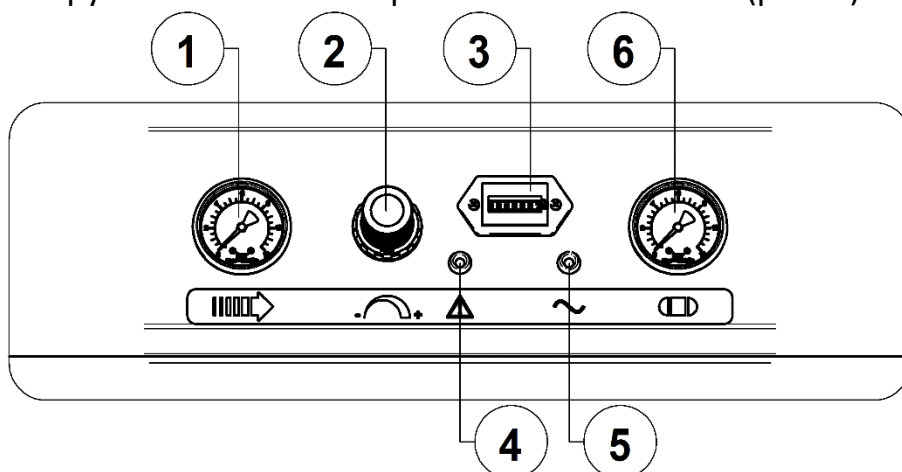
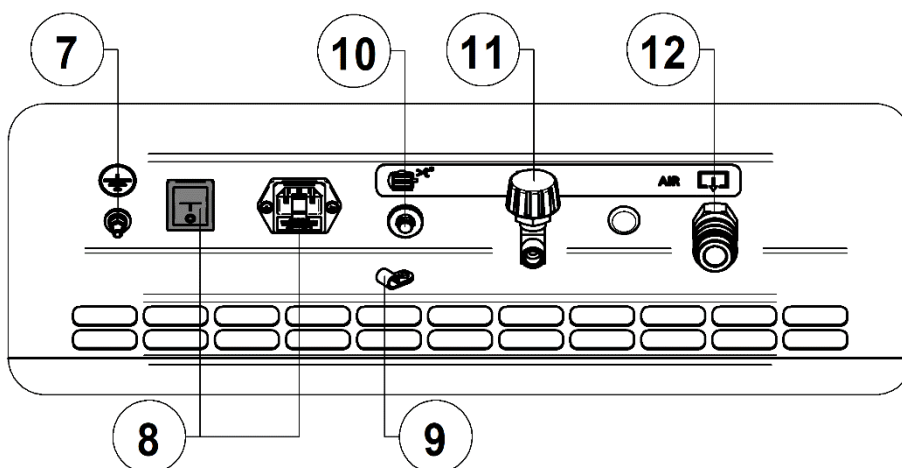

Рисунок 2 - Панель управления
Рисунок 3 - Задняя панель
6.4.1 Для подключения исполнительного устройства компрессор оснащен быстроразъемной муфтой **12** (выход сжатого воздуха) (рис. 3) в задней части корпуса.
6.5.5 Провод заземления подключите к винту заземления **7** (рис. 3) на задней панели компрессора. При наличии заземляющего контакта в электрической розетке, дополнительное заземление не требуется.
Подсоедините вилку питающего кабеля компрессора к электрической сети. Включите компрессор выключателем **8** (рис. 3). на задней панели. Для этого необходимо переключить выключатель в положение "I". Включенное состояние сигнализируется зелёной контрольной лампочкой **5** (рис. 2).
- Выключить компрессор выключателем **8** на задней панели. Для этого необходимо переключить выключатель в положение "0" (рис. 3). После этого остановится электродвигатель и произойдет сброс давления из нагнетательного воздухопровода и поршневого блока.
7.4.1 Настройка давления сжатого воздуха осуществляется регулятором давления 2 следующим образом (рисунок 2):
**ВНИМАНИЕ: НАСТРОЙКА РЕГУЛЯТОРА ДАВЛЕНИЯ ДОЛЖНА ПРОИЗВОДИТЬСЯ ПРИ ЗАКРЫТОМ КРАНЕ РАЗГРУЗКИ РЕСИВЕРА 11 (РИС. 3)!**
7.4.2 Компрессор оборудован устройством защиты от перегрузок. При нарушении питания электрической сети, а также при работе с ПВ более 60% возможно автоматическое срабатывание защиты двигателя, о чем сигнализирует красный индикатор **4** на панели управления (рис. 2).
- Переключите выключатель **8** (рис. 3) на задней панели в положение "О".